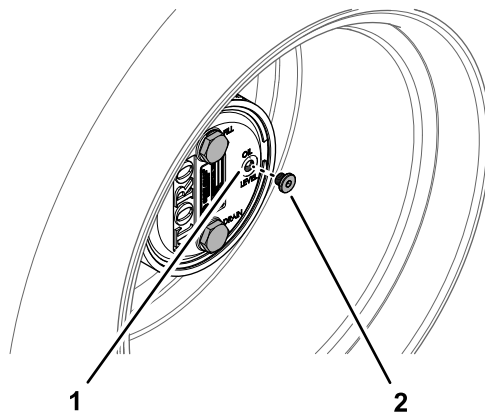

Figure 66
2. Retirez le bouchon de contrôle à la position 3 heures (Figure 66).